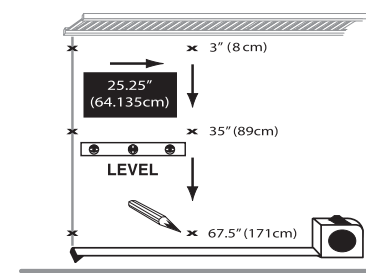

FIG. 2.4
6. Mida hacia la izquierda 25 1/4 pulg. desde las 3 posiciones que se marcó y marque el lugar. (Fig. 2.4)